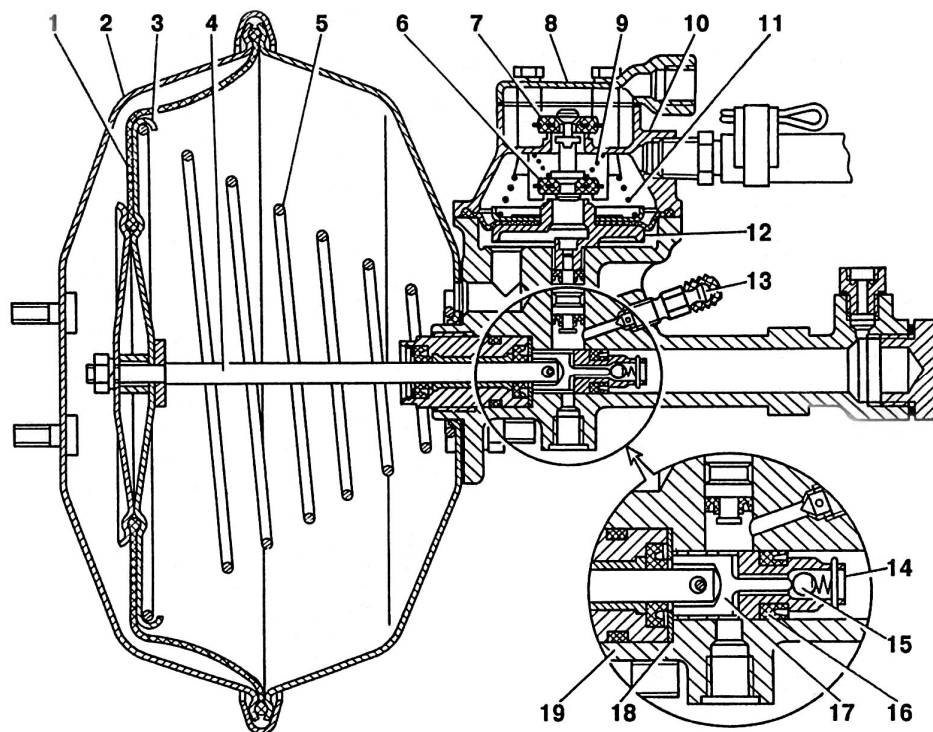

Рис. 6.28 Гидروвакуумный усилитель
соединяются с рабочими колёсными тормозными механизмами. На ВТС устанавливаются два идентичных гидровакуумных усилителя (см. рис. 6.28), каждый из которых действует только в своем контуре.
**ВНИМАНИЕ!** При замене главного тормозного цилиндра, для обеспечения его совместной работы с дисковыми тормозами, необходимо удалить из него клапана избыточного давления (см. поз. 23 рис. 6.28).